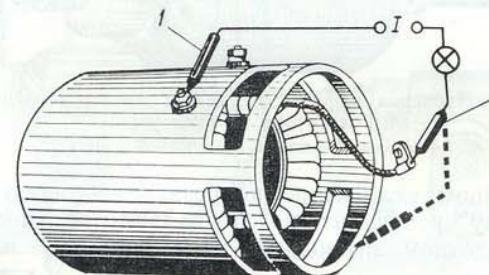

Рис. 235. Проверка обмотки возбуждения на отсутствие обрывов и замыкания на «массу»:
1. Контрольной лампой (или приборами модели ППЯ-5 ГАРО), включенной в сеть переменного тока, проверить обмотки возбуждения и клеммы «Я» и «Ш» на отсутствие замыкания на «массу». При этом один штырь соединить с корпусом, а другой с клеммой «Ш» (рис. 235). Затем переключить контрольную лампу на клемму «Я». В обоих случаях контрольная лампа не должна гореть. Если лампа горит, это указывает на замыкание обмотки возбуждения
2. Проверить обмотки возбуждения, подключив контрольную лампу к клемме «Ш» и наконечнику провода от обмотки возбуждения (рис. 235). При исправной обмотке лампа должна гореть.